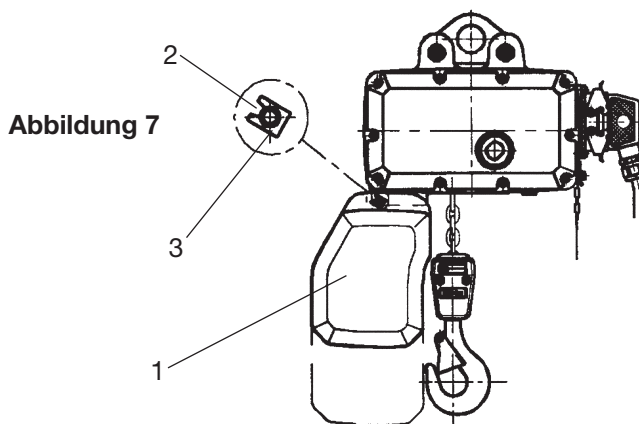

Abbildung 7
Kettenhalter – **Abbildung 7, Punkt 1** – muss vor der Auslieferung des Hebezeugs montiert werden. Fädeln Sie den Stift (2) durch die vorgesehenen Löcher im Behälter und im Gehäuse und sichern Sie ihn dann, indem Sie die Verschlüsse (3) in die in beide Enden des Stifts geschnittenen Nuten einführen.